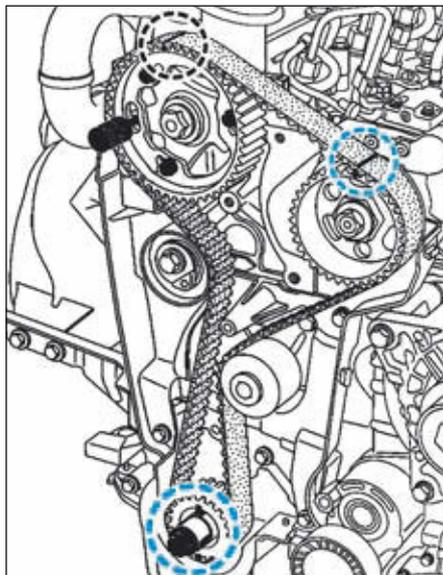

FIG.20
• Aligner les repères de la courroie de distribution avec les repères (Fig.20) :
- que les repères de la pompe haute pression soient alignés (Fig.20),